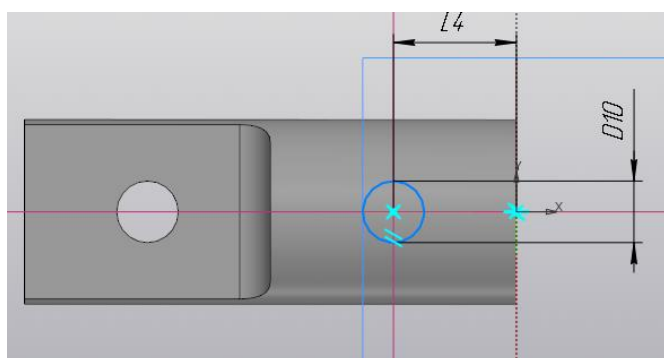

Рисунок 140.
12. На расстоянии размера **L4** выполните окружность радиусом **D10** согласно вашему варианту (рисунок 140).